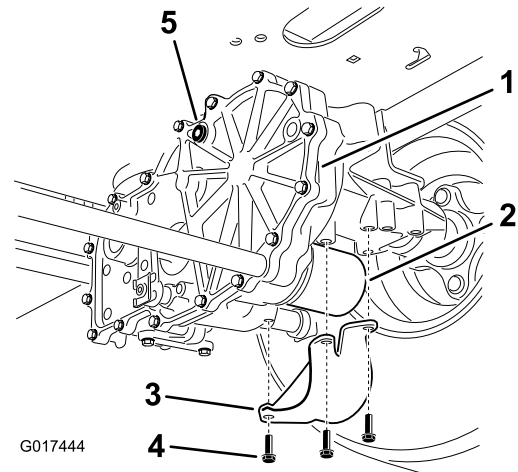

Figura 71
2. Localice el filtro y los protectores de cada sistema de tracción del transeje (Figura 71). Retire los tres tornillos que sujetan el protector del filtro, y retire el protector.